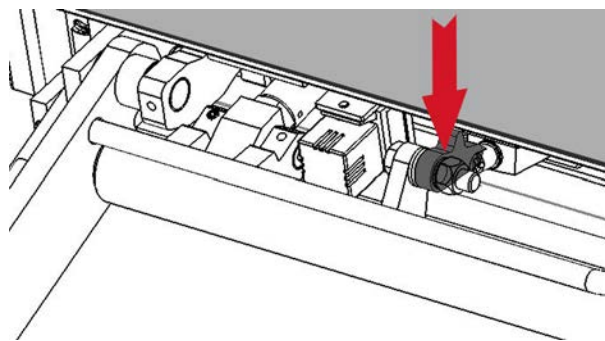
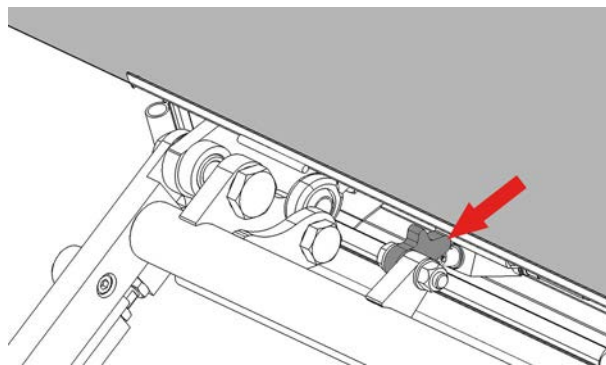

Abbildung 41: Schaltnocken einstellen, Ansicht von oben (K70)
Abbildung 42: Schaltnocken einstellen, Ansicht von oben (K90)
Der Schalterpunkt für die Einfahrstellung wird über einen Schaltnocken eingestellt (Position: siehe Abbildung 41 und Abbildung 42, Seite 67). Der Schaltnocken betätigt einen Positionsschalter am Innenwagen des Kassettenliftes, sobald die Einfahrstellung erreicht ist.
- ⇒ Verstellen Sie den Schaltnocken durch einen leichten Hammerschlag von oben (siehe Abbildung 41 und Abbildung 42, Seite 67). Verwenden Sie dazu einen Schonklotz (z. B. aus Holz oder Aluminium) zwischen Hammer und Schaltnocken, um Beschädigungen zu vermeiden.